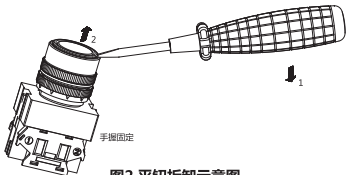
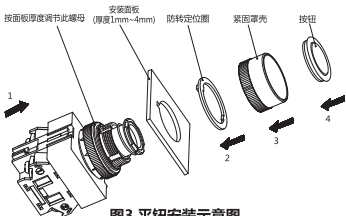

图2 平钮拆卸示意图
图3 平钮安装示意图
3.1.1 使用前，先拆下按钮头部的罩壳等元件（平钮拆卸顺序见图2，其他规格参考使用），按面板厚度调整螺母位置，再把按钮从面板后装入，拧紧螺帽使按钮紧固在面板上，再装上其他拆下的元件，安装顺序见图3。